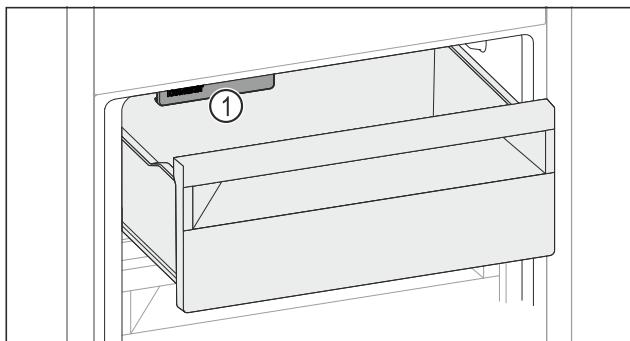

Fig. 168
► Слідкувати за функцією IceMaker Fig. 168 (1).